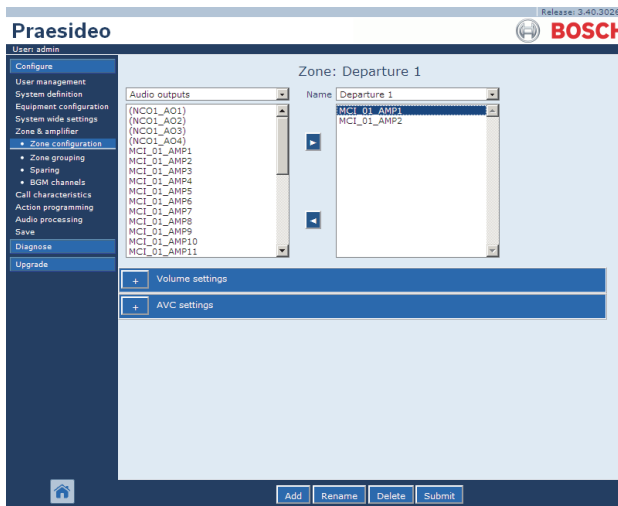

abbildung 46.7: Zone löschen, Schritt 1
- 1 Rufen Sie *Configure > Zone & Amplifier > Zone configuration* auf. Es erscheint ein Bildschirm, der dem in abbildung 46.7 ähnelt.